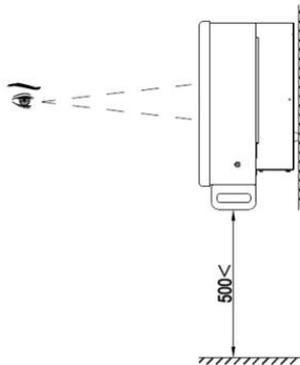

Fig 4.3 Area ottimale per l'altezza di installazione
- (2) Lo spazio riservato intorno al luogo di installazione deve essere sufficiente per facilitare lo smontaggio e il montaggio dell'inverter e la convezione dell'aria. Come mostrato nella Fig. 4.3.